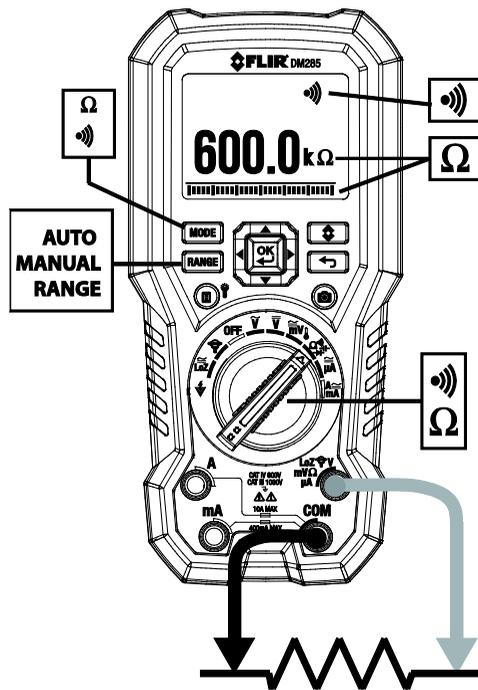

图 9-3 电阻与通断性测量
1. 请参阅图 9-3。将功能开关设定至  档位。
1. 请参阅图 9-3。将功能开关设定至 Ω 档位。